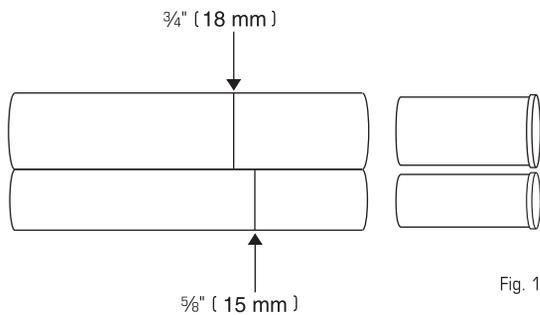

Fig. 12
4. **Coloque** cada tubo del Desviador sobre el diagrama. Use una pluma para **marcar** una línea a lo ancho de los tubos de la manguera y a la altura de las flechas. **Empuje** los soportes de la manguera a los tubos respectivos, hasta que queden al ras con el extremo de los tubos (Fig. 12).